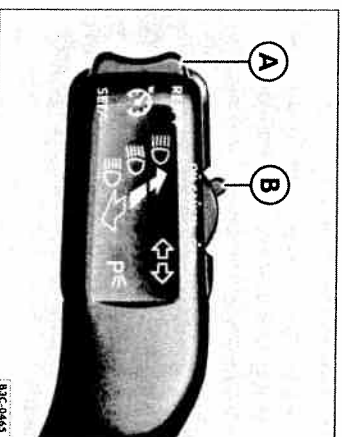

Fig. 28 Moneta pentru luminile de semnalizare și lumina de drum: tasta (A) și comutatorul (B) pentru CVC.
- Deplasați comutatorul ⇒ fig. 28 în direcția **OFF**, scurt înainte de a se fixa.